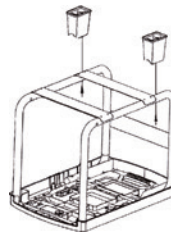

Fig.2
2. Instale los apoyos delanteros y enrosque los tornillos de los apoyos delanteros (Fig 2).